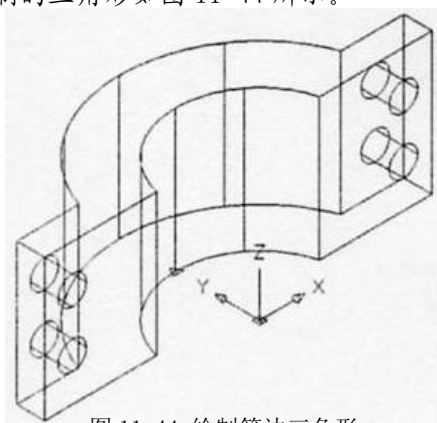

图 11-44 绘制等边三角形
18、按 Enter 键，绘制的三角形如图 11-44 所示。
选择要拉伸的对象: 找到 1 个	//选择图 11-44 中绘制的等边三角形